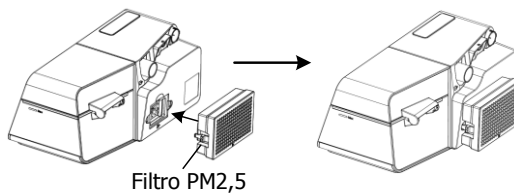

Fig. 11-3
(3) Cambie el filtro de aire y la tapa del filtro al filtro PM2,5, como se muestra en la Fig. 11-3.